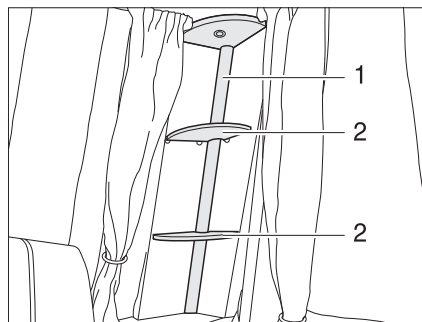

Fig. 178 Columna luminosa
- Quitar las repisas (Fig. 178,2).
- Apretar el vidrio de la lámpara (Fig. 178,1) levemente y retirarlo.